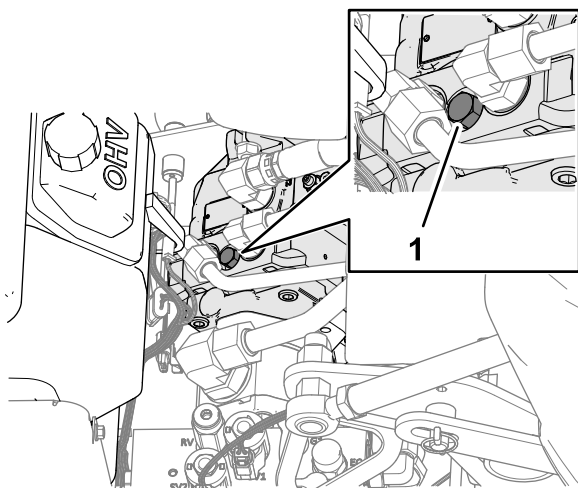

Figure 127
4. Localisez le cache de la vis de la vanne de dérivation entre le moteur et la pompe hydraulique, comme montré à la Figure 127.